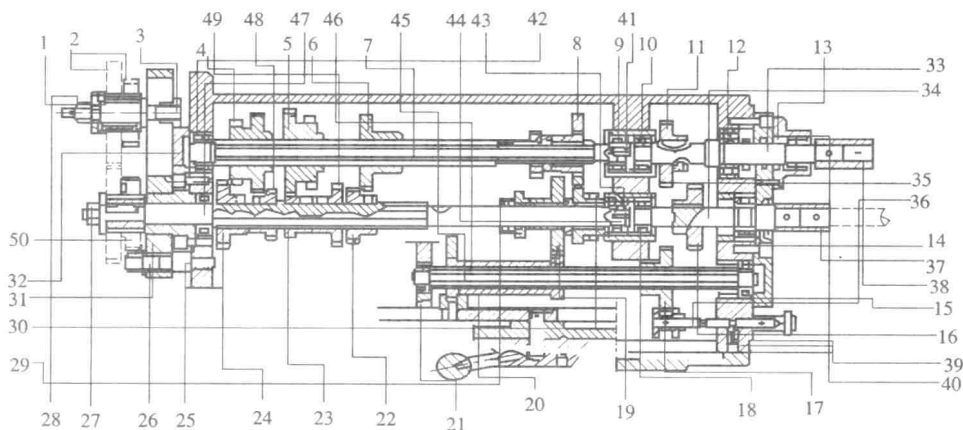

图 1.9 送刀箱装配图
本任务是修理如图 1.9 所示的送刀箱。
1. 送刀箱的拆卸(见图 1.9)
①用呆扳手卸下螺母及垫圈和两个齿轮 2。再用呆扳手卸下螺母 27 及垫圈,同时卸下齿轮 50。将挂轮支架 31 卸下。用冲子将丝杠连接套 38、光杠连接套 37 的锥销冲下,(用卡尺找出锥销的小端)使光杠、丝杠与送刀箱分离。用内六角扳手将垫板与床身的连接螺钉拧出,卸下垫板。用拉卸工具将送刀箱两个定位锥销拔出。用内六角扳手加套管将固定螺钉拧下,重新把垫板插入。用内六角扳手将送刀箱上面两个内六角螺钉拧下。用吊车把送刀箱吊至